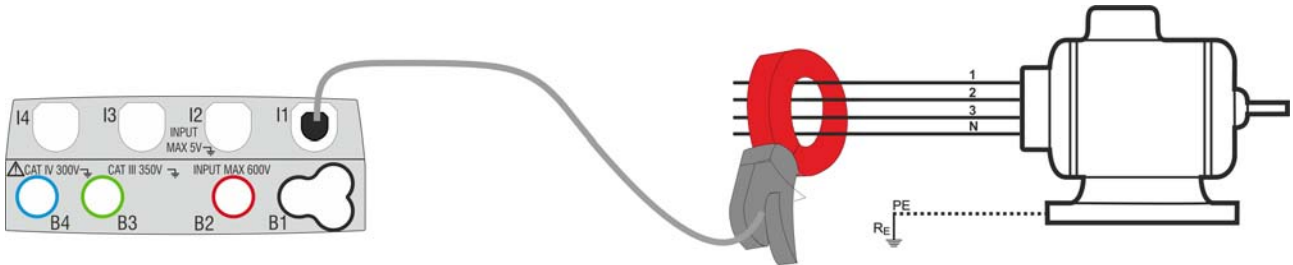

Fig. 25: Misurazione indiretta della corrente di dispersione in impianti trifase
5. Per misure indirette della corrente di dispersione collegare la pinza esterna in accordo alla Fig. 25 . Per misure dirette della corrente di dispersione collegare la pinza in accordo alla Fig. 26 e scollegare le eventuali connessioni aggiuntive di terra che potrebbero influenzare i risultati della prova